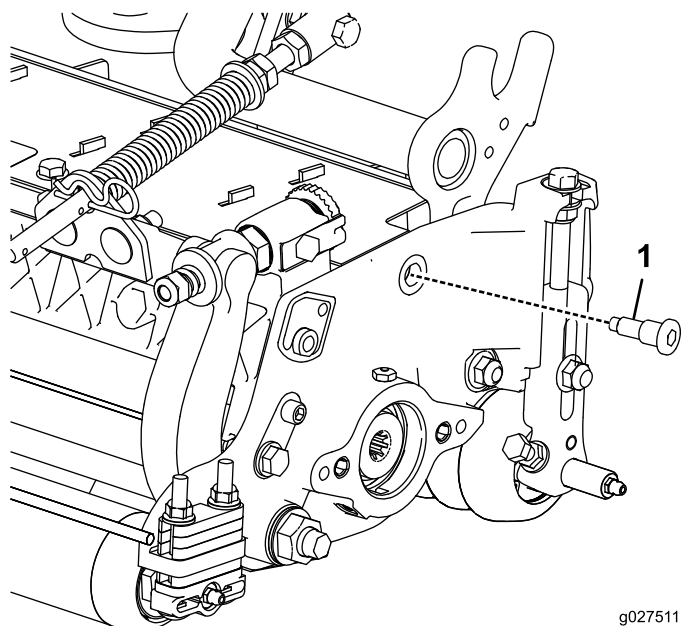

Рисунок 22
1. Перед установкой электродвигателя барабана замените существующий болт с буртиком на новый болт с буртиком (3/8 x 0,58 дюйма), как показано на Рисунок 22.